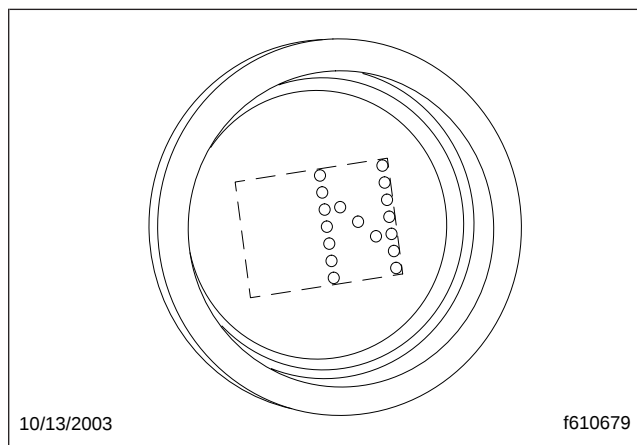

Fig. 14.5, Indicateur de rapport : Point mort
3. Attendez que l'indicateur de rapport affiche un N continu. Voir la **figure 14.5**. Lorsque le N est continu (ne clignote pas), la TCU est sous tension. Actionnez les freins de service et démarrez le moteur.
N se situe directement sous R sur le sélecteur de vitesses à quatre positions situé sur le levier de commande SmartShift. Pour sélectionner le point mort (N), déplacez le sélecteur de vitesses à la position sous R. Lorsque le point mort est sélectionné, la lettre N s'affiche sur l'indicateur de rapport. Voir la figure 14.5.